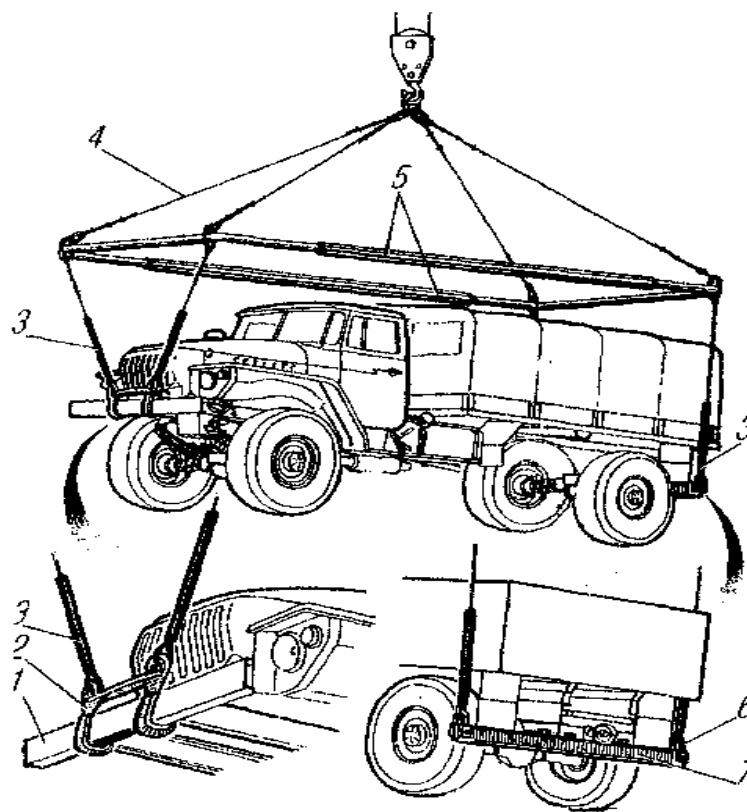

Рис. 106. Схема строповки автомобилей:
3. Погрузку и разгрузку автомобиля производите с помощью специального чалочного устройства (рис. 106) или своим ходом.